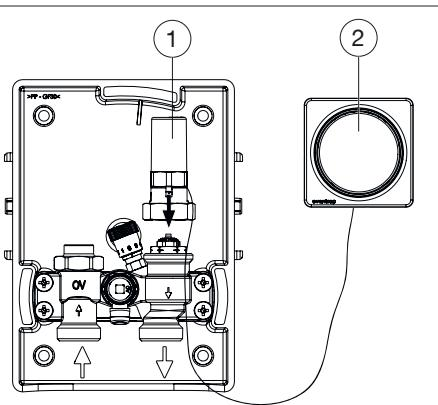

Fig. 8: Montage de la tête thermostatique avec commande à distance
3. Visser le piston de commande (voir Fig. 8 en page 48 (1)) sur le robinet. Diriger le tuyau capillaire vers le bas.